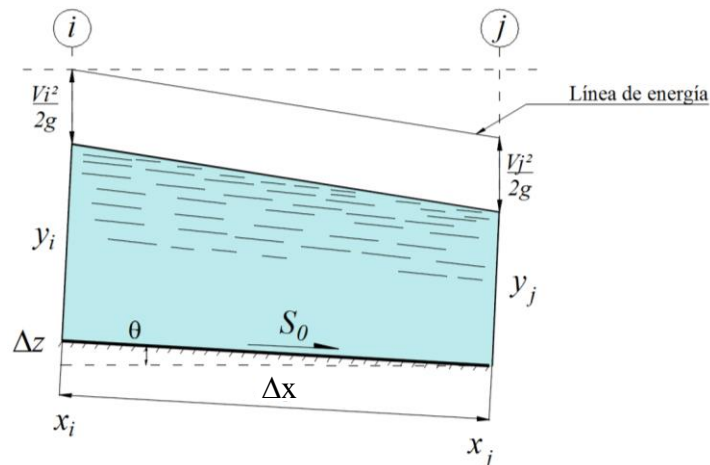

Figura 2. Secciones a considerar en el cálculo.
- El método inicia con el tirante y_i medido; éste es el tirante i (figura 2). Calcular el número de Froude Fr_{ip} y la pendiente de fricción S_{fi} .
- Proponer Δy según las características del perfil hidráulico del experimento y obtener un tirante $y_{jprop} = \Delta y + y_i$ que corresponde a la sección j (2) de análisis.